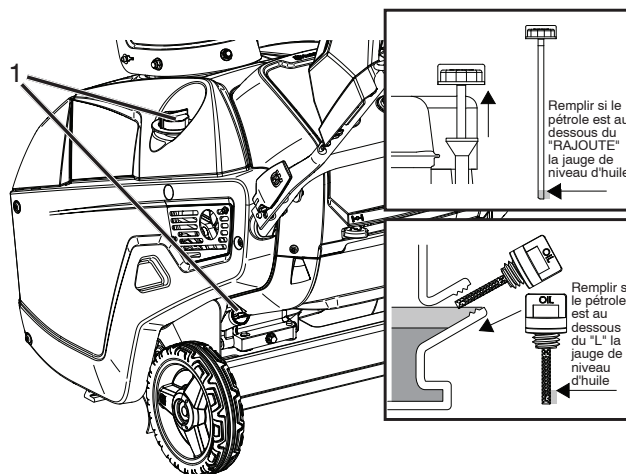

Figure 7
2. Nettoyer la zone autour de la jauge (Figure 7).